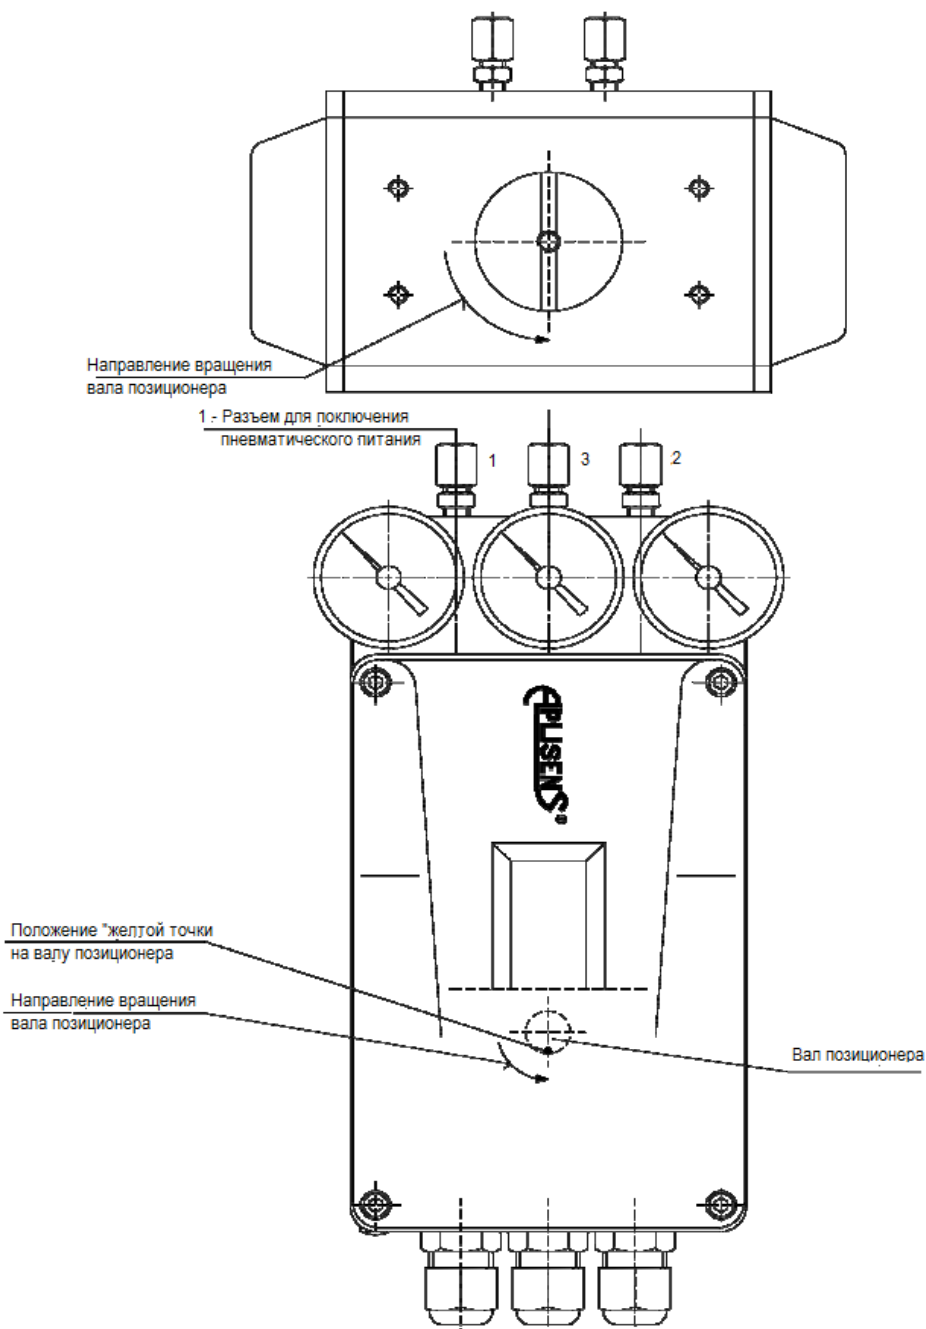

Рис. 10. Монтажная позиция позиционера APIS-1X0-... и APIS-2X0-... относительно привода одинарного или двойного действия с вращательным движением.
- б) Установите соединительный разъем на вал позиционера, слегка затянув его двумя винтами М5. Обратите внимание, чтобы закрепить оба крепежных винта на плоском скосе на валу позиционера - см. Рис. 10.
е) Проверьте направление движения вала привода и положение винтов на соединителе муфты - Рис. 10.